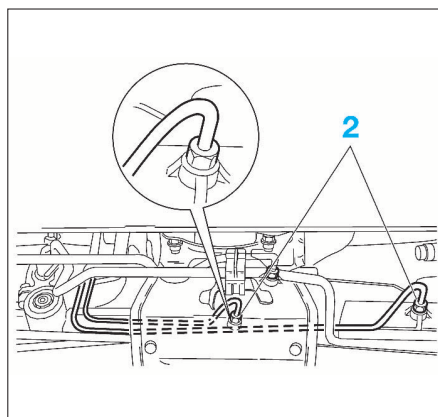

FIG. 24
- Desserrer les raccords (2) sur le vérin du mécanisme de direction (Fig.24).